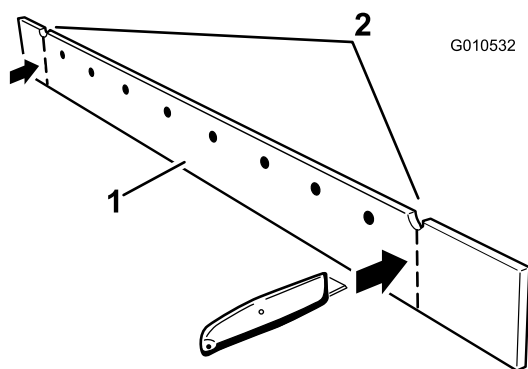

Figure 4
1. Coupez le racloir au niveau des encoches, comme montré à la Figure 4.